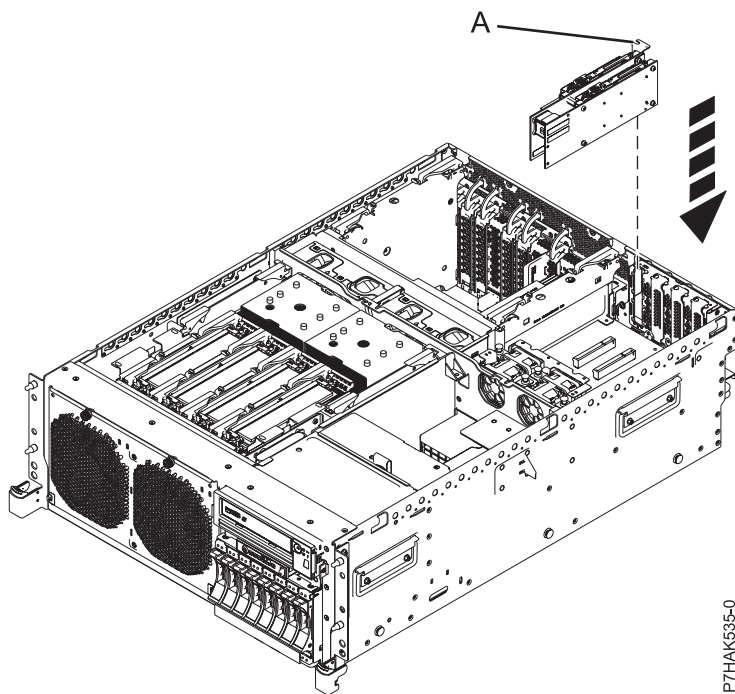
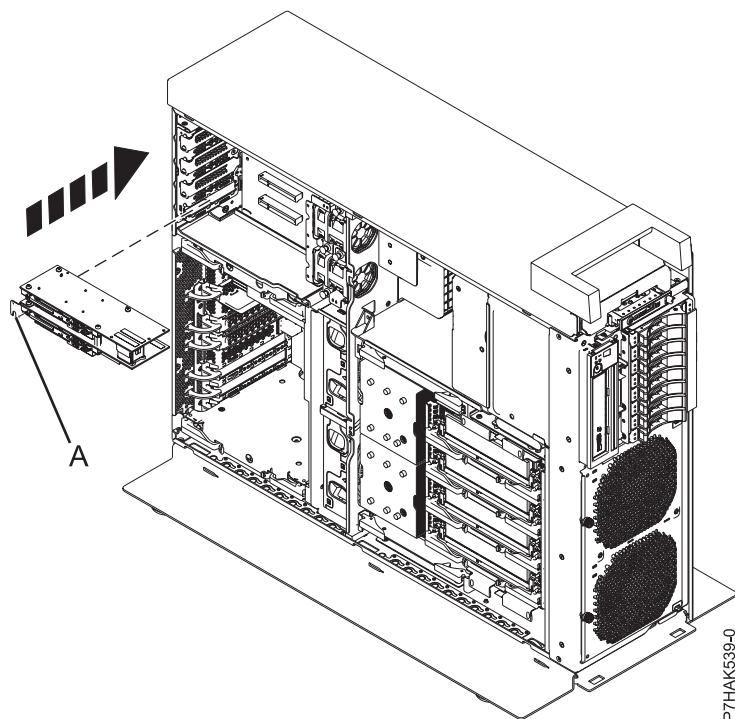

Abbildung 29. PCIe-RAID- und SSD-SAS-Adapter in einer Erweiterungsriserkarte bei einem Einschubsystem austauschen
Abbildung 30. PCIe-RAID- und SSD-SAS-Adapter in einer Erweiterungseinheit bei einem Standalone-System austauschen
19. Sichern Sie den PCIe-Adapter im Steckplatz, indem Sie die Adaptersicherung (B) wieder schließen.
20. Wenn Ihr System über eine Erweiterungsriserkarte verfügt, können Sie den flachen PCIe-Adapter in den zugehörigen Steckplatz drücken. Bringen Sie den flachen Adapter mithilfe des Haltestegs (A) in Position und drücken Sie den Adapter in den zugehörigen Steckplatz (siehe Abb. 29 auf Seite 38 und Abb. 30 auf Seite 38).